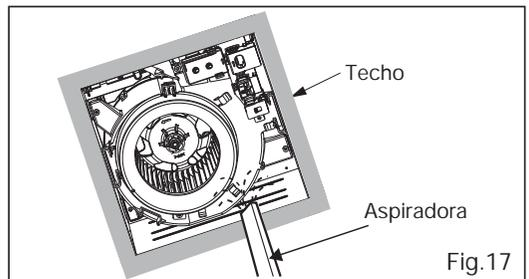

Fig.17
4. Quite el polvo y la suciedad del cuerpo del extractor utilizando una aspiradora. (Fig.17)